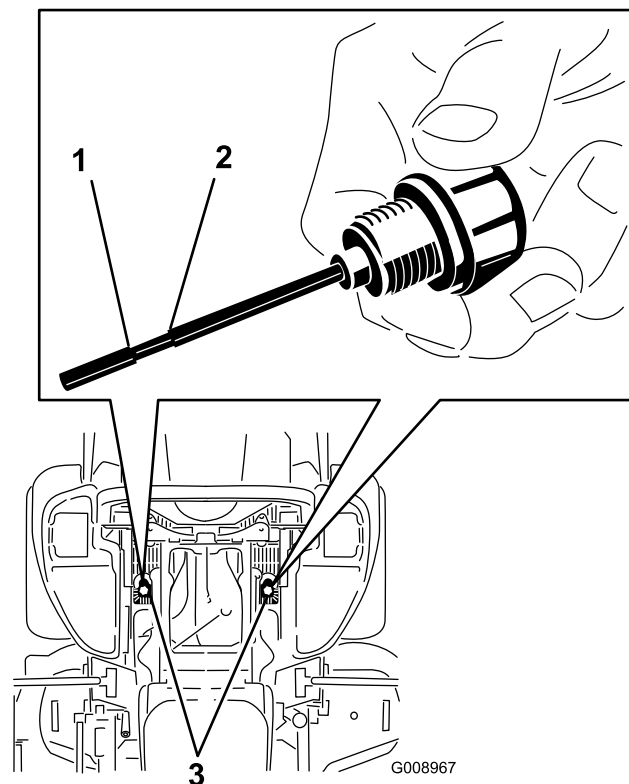

Figura 82
6. Limpie la zona alrededor de las varillas de los depósitos de los sistemas hidráulicos (Figura 82).
7. Retire una varilla del depósito de aceite hidráulico (Figura 82).
9. Retire la varilla e inspeccione el extremo metálico (Figura 82). EL nivel debe estar dentro de la sección moleteada. Si el nivel de aceite es bajo, vierta lentamente en el depósito hidráulico sólo la cantidad de aceite suficiente para que el nivel llegue a la sección moleteada.